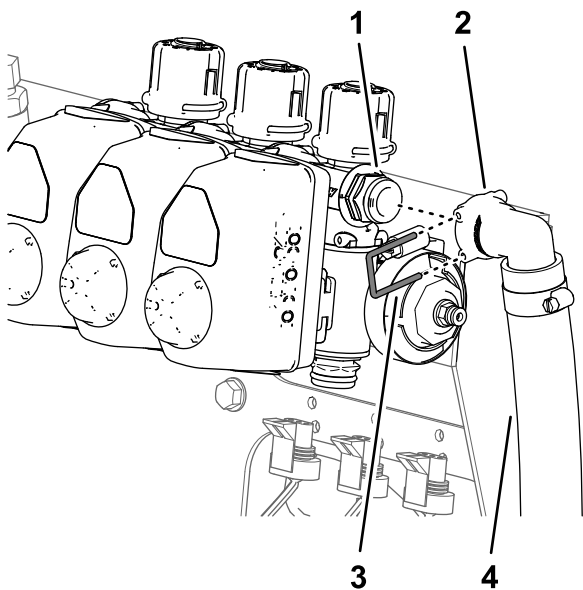

Figura 61
- Para máquinas sem o kit de varinha manual opcional ou o kit de cilindro de tubagem elétrico opcional, retire o pequeno retentor que prende a união de desligação rápida do tubo de distribuição à união de desligação rápida da válvula de distribuição da secção direita (Figura 61).